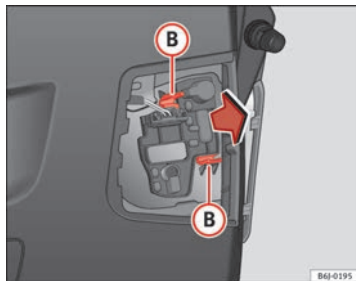

Fig. 172 Démontage de la douille d'ampoule
- Démontez la douille d'ampoule en appuyant sur les clips de fixation **(B)** ⇒ fig. 172 et retirez-la vers l'extérieur.